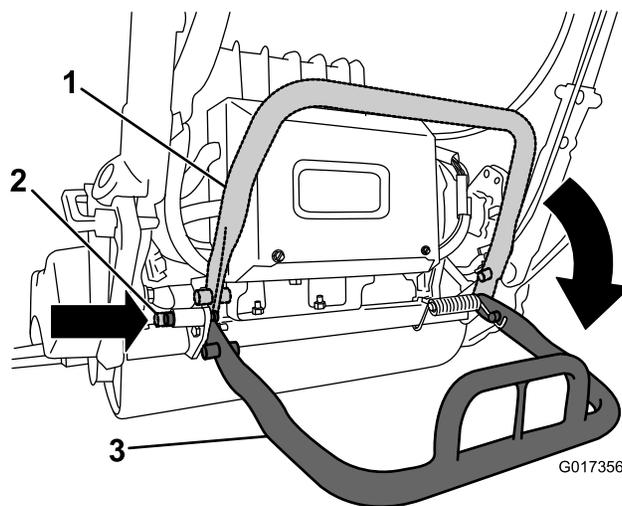

Figure 4
2. Abaissez la béquille et appuyez sur la goupille de verrouillage pour bloquer la béquille en position d'entretien (Figure 4).